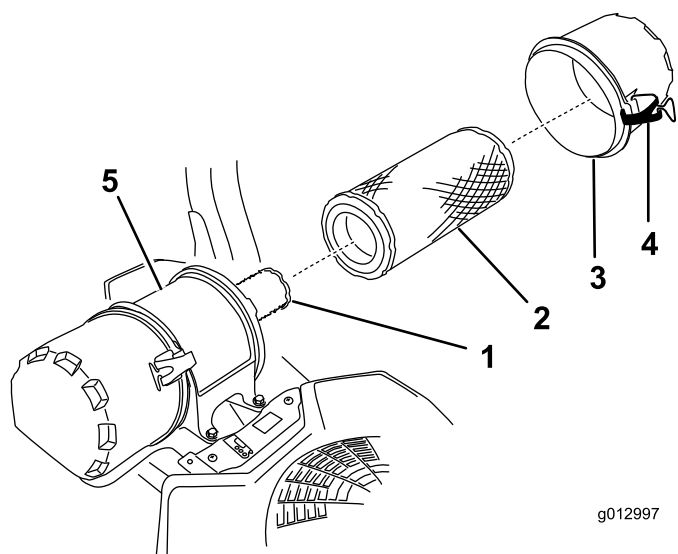

Figure 38
6. Ouvrez les dispositifs de verrouillage du filtre à air et détachez le couvercle du boîtier du filtre (Figure 38).
8. Sortez le préfiltre du boîtier du filtre avec précaution (Figure 38).
2. Si vous remplacez l'élément intérieur, insérez-le avec précaution dans le boîtier du filtre (Figure 38).
3. Placez ensuite le préfiltre sur l'élément de sécurité avec le même soin (Figure 38).
4. Remettez en place et verrouillez le couvercle du filtre à air (Figure 38).